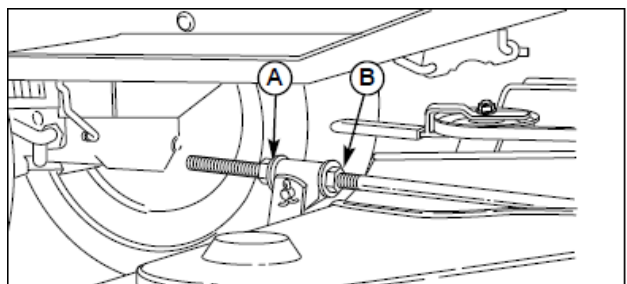

図 40 フロント to バックレベルの調整
8. モアデッキの正面を上げるために、前部のナット (B) をゆるめて、後部のナット (図 40 の A) を回してブラケットにもたれさせてください。モアデッキの下の正面に、後部のナット (A) を緩めてください。ブラケットはロッドを延ばすために後方に動きます。
9. ブレードを再度チェックしてください。固定するブラケットに対して前部ナット (B) を締めてください。